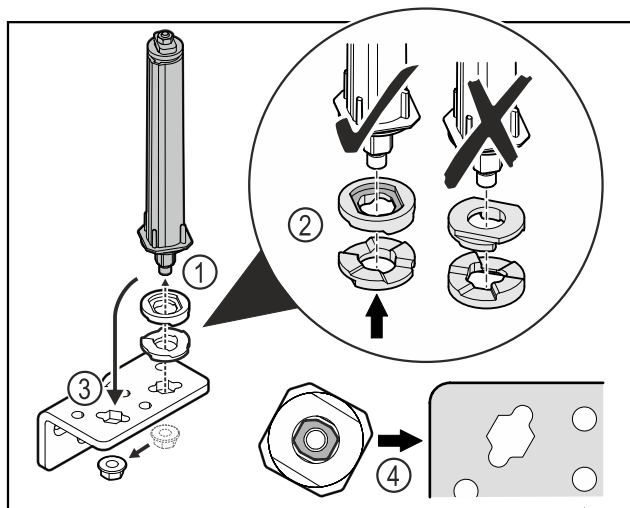

Fig. 20
- Atlaisvinkite veržlę ir pašalinkite durų uždarymo sistemą Fig. 20 (1).
- Atkreipkite dėmesį į tai, kad aukščio reguliavimo poveržlės būtų tinkamai išlygiuotos Fig. 20 (2).
- Perkelti durų uždarymo sistemą šarnyriniame kampuo-tyje ir užfiksuokite veržle Fig. 20 (3).
- Įstatydami atkreipkite dėmesį į tai, kad durų uždarymo sistema būtų tinkamai išlygiuota Fig. 20 (4).